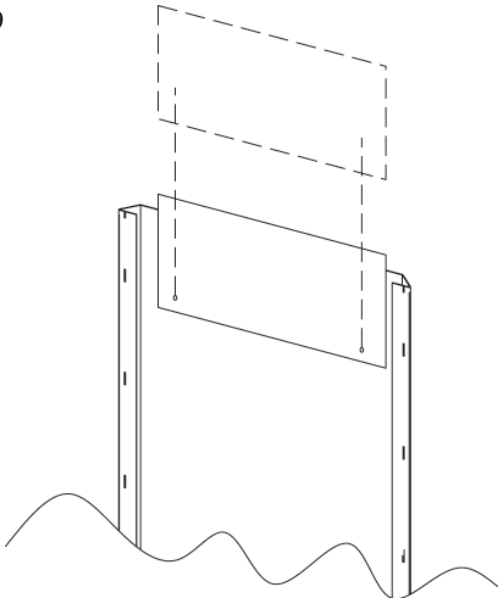

Fig. 10
17. Bringen Sie die Distanzstücke an (900287-900288 in Abb. 10), und legen Sie das Lüftungsgitter auf. Das Gitter muss zugeschnitten werden.